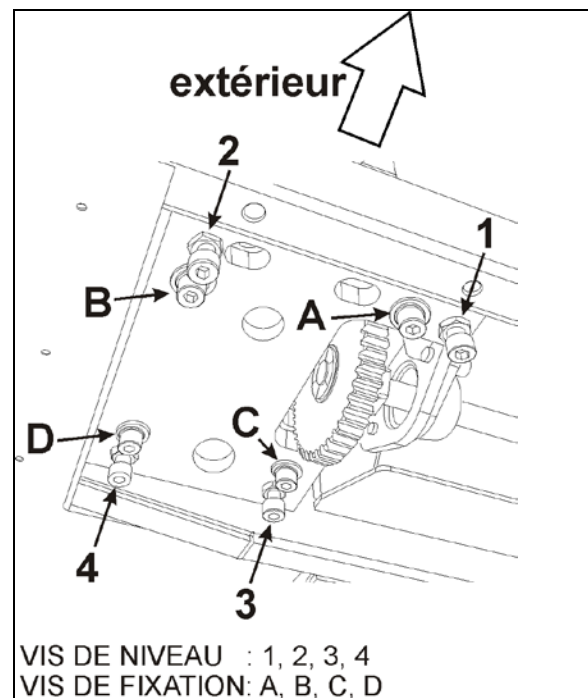
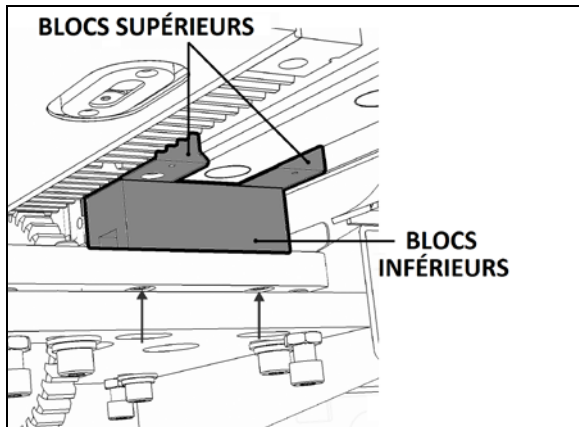

FIGURE 26: RÉGLAGE DU NIVEAU DE LA RALLONGE COULISSANTE 26053
FIGURE 29: BLOCS DE PLASTIQUE ACÉTAL 26120
4. Depuis le panneau d'accès au mécanisme, démonter les vis A, B, C & D (voir la Figure 26).
Le niveau de la rallonge coulissante est réalisé en ajustant la hauteur des vis de niveau 1, 2, 3 et 4 sur la plaque de support du palier linéaire (Figure 26). Lorsque la rallonge coulissante est au bon niveau, les vis de retenue, A, B, C et D maintiennent la plaque de support en place sur les vis de niveau. Aussi, les vis de retenue
La rallonge coulissante est légèrement inclinée. Pendant la rétractation, les butées de limite supérieures de la rentrée commencent par toucher la structure du véhicule, puis les butées de limite inférieures de la rentrée de la rallonge coulissante. Le réglage d'inclinaison se réalise en modifiant l'inclinaison de la plaque de support de palier linéaire, en utilisant les vis de mise à niveau 1 et 2 comme pivots et 3 pour régler l'angle (Figure 26).
2. Par le dessous de la plaque de support, démonter les vis de montage du bloc de plastique acétal (voir les trous oblongs sur la Figure 26 et les flèches sur la Figure 29).